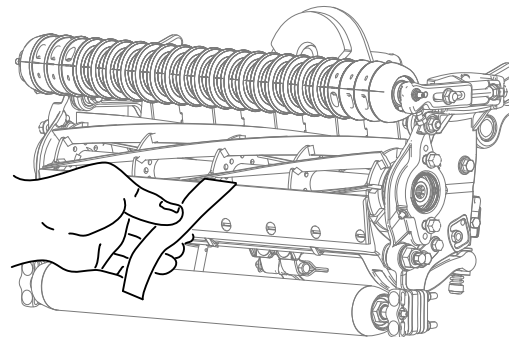

Figura 10
12. Teste o desempenho de corte inserindo uma tira comprida de papel desempenho de corte Toro entre o cilindro e a lâmina de corte, perpendicular à lâmina de corte (Figura 10).